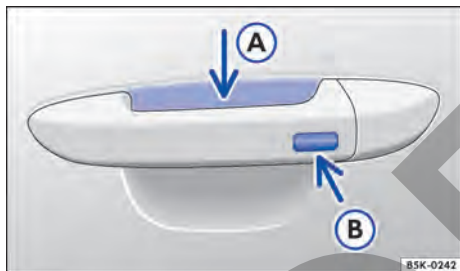

Fig. 53 Keyless Access: superficies del sensor.
- Tocar el sensor → fig. 53 (A) en la parte interna de la manija de la puerta del conductor o de la puerta del acompañante delantero.
- Tocar la superficie del sensor → fig. 53 (B) en la parte externa de la manija de la puerta del conductor o de la puerta del acompañante delantero *una vez*.
- Además, dentro de 5 segundos, toque una vez en el sensor en el exterior de la manilla de la puerta → fig. 53 (B).
Para la **apertura de confort** de todos los vidrios eléctricos y del techo solar, empujar la manilla de la puerta y mantener presionados, al mismo tiempo, el sensor de la parte interna de la manilla → fig. 53 (A) y la superficie del sensor (B).
Para el **cierre de confort** de todos los vidrios eléctricos y del techo solar, mantenga un dedo durante unos segundos sobre la superficie del sensor → fig. 53 (B) del lado exterior de la manilla de la puerta del conductor o del acompañante delantero.
Un fuerte chorro de agua o de vapor puede activar las superficies de los sensores en las manillas si, al mismo tiempo, una llave del vehículo válida está en el área de aproximación. Si al menos un vidrio está abierto y la superficie del sensor → fig. 53 B en una manilla de la puerta se activa permanentemente, todos los vidrios se cerrarán. Si el chorro de agua o de vapor se aleja brevemente de la superficie del sensor → fig. 53 A de una manilla de la puerta y se vuelve a dirigir hacia ella, posiblemente todos los vidrios se abrirán.